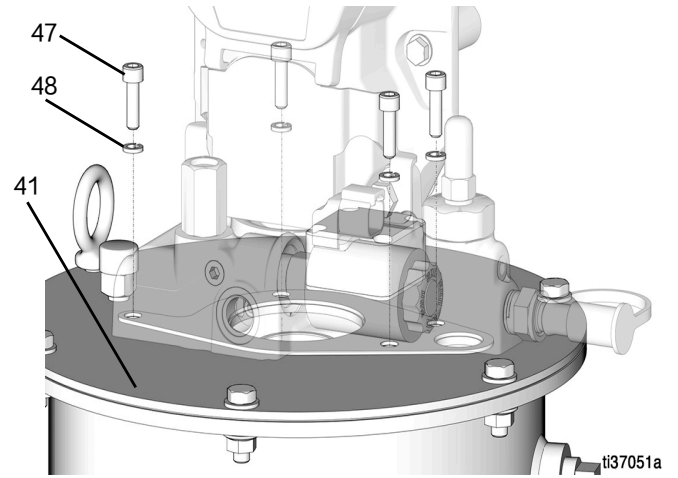

图 81
41. 将四个螺栓 (47) 和四个垫圈 (48) 放置到位，并用 5 毫米内六角扳手拧紧（直至力矩达到 16 英尺-磅/ 21.7 牛·米）（图 81）。
40. 通过盖子和垫圈 (49) 将泵放回料桶 (41) 中（图 81）。